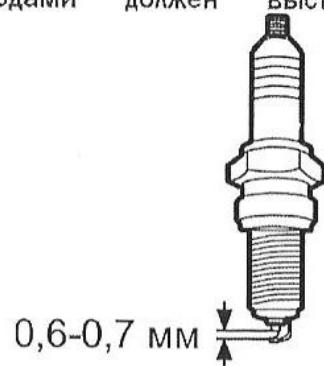

Рис. 37
4. Проверьте свечу. Расстояние между электродами (расстояние между ушком и контактом зажигания) свечи должно составлять 0,6 - 0,7 мм (Рис. 37). При необходимости расстояние между электродами должен выставлять квалифицированный специалист.